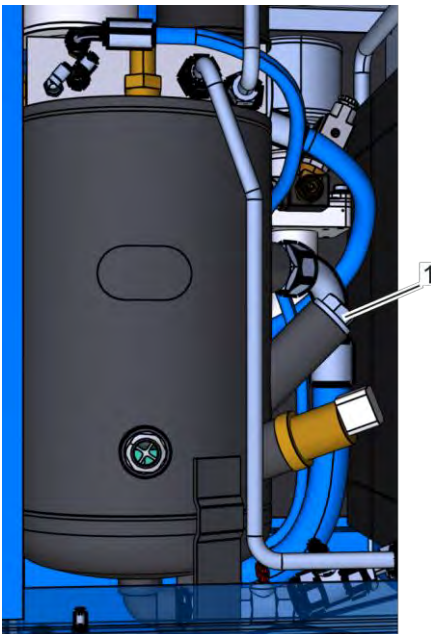

Рис. 35: Резьбовая пробка наливного отверстия
5. Отверните резьбовую пробку наливного отверстия (Рис. 35/1), извлеките ее и проследите за тем, чтобы не потерялось уплотнительное кольцо.
10. Вставьте резьбовую пробку наливного отверстия (Рис. 35/1) и затяните ее ☞ Приложение В «Моменты затяжки винтов» на странице 125.